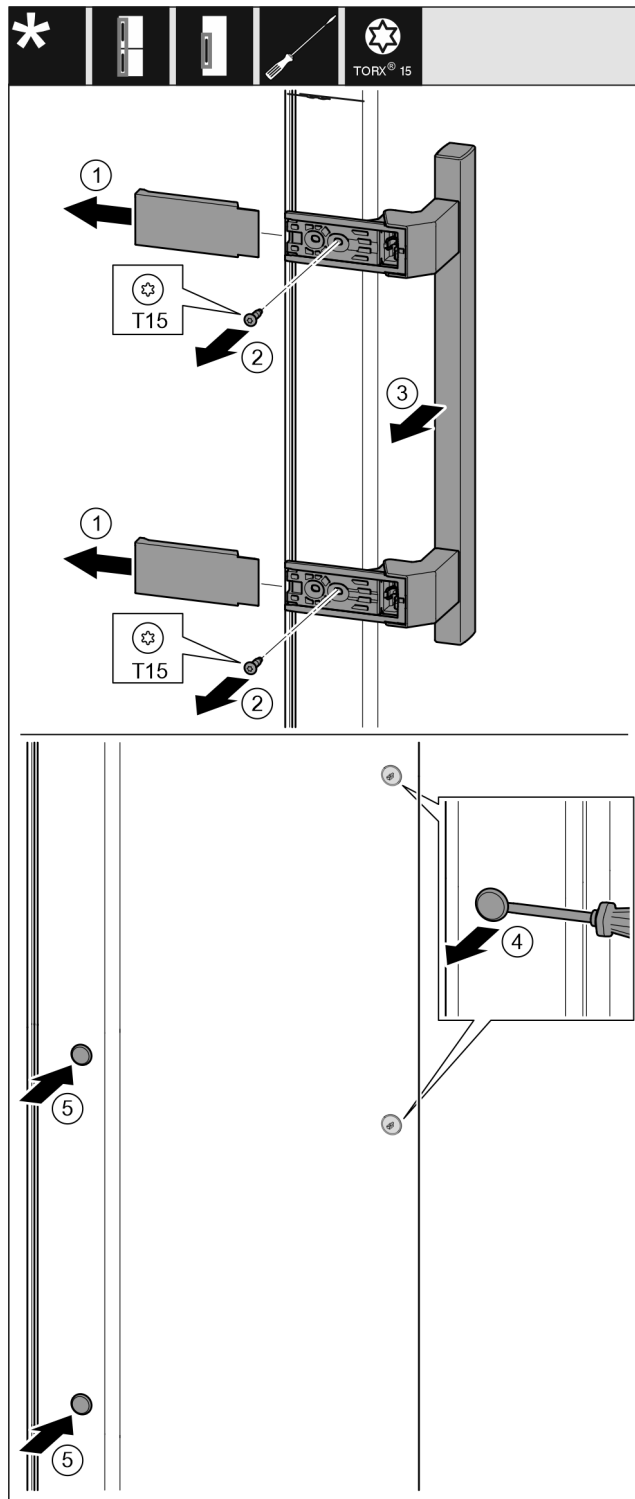

Fig. 21
- ▶ 拆下盖板。 Fig. 21 (1)
- ▶ 用 T15 螺丝刀将螺钉旋出。 Fig. 21 (2)
- ▶ 取下把手。 Fig. 21 (3)
- ▶ 用带槽螺丝刀小心地提起侧边的堵头并将其拉出。 Fig. 21 (4)
- ▶ 将堵头重新放入另一个侧。 Fig. 21 (5)